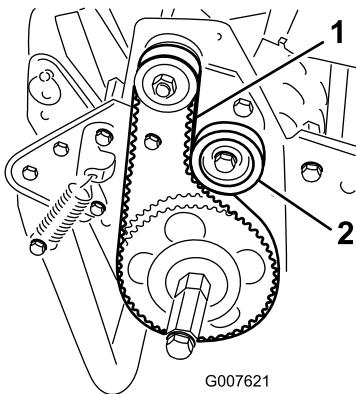

Bild 44
2. Prüfen Sie die Spannung. Bringen Sie hierfür eine Kraft von 18-22 N in der Mitte des Riemens zwischen den Riemscheiben (Bild 44) an.
- A. Lösen Sie die Befestigungsmutter der Spannscheibe und drehen Sie die Spannscheibe nach rechts gegen die Rückseite des Riemens, bis Sie die gewünschte Riemenspannung erzielt haben (Bild 44).